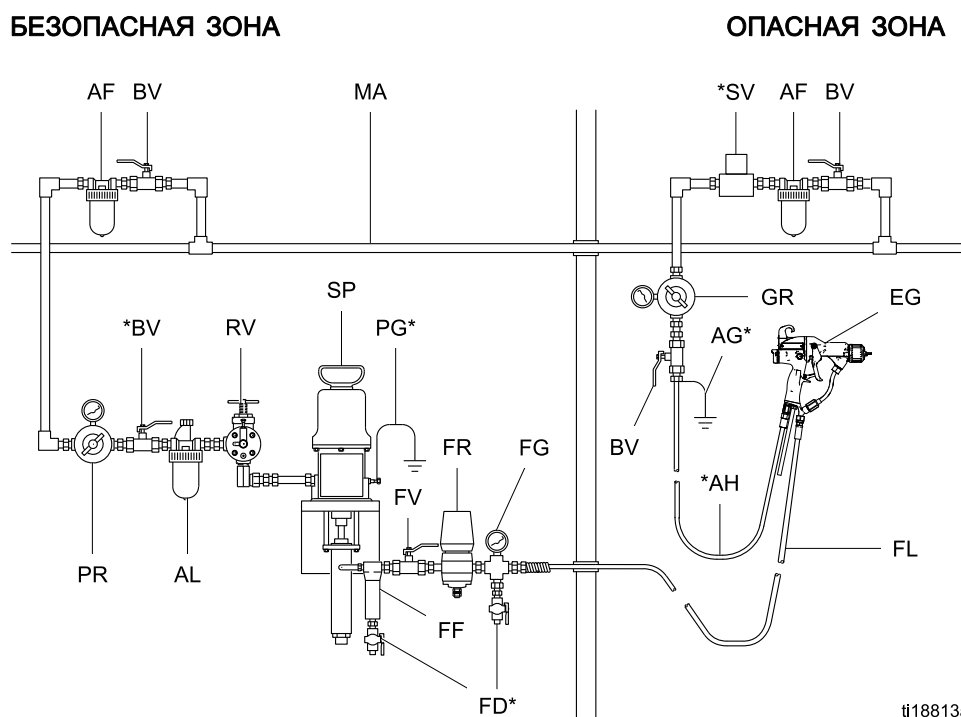

Figure 10 Стандартная установка
На рис. 10 изображена типовая система электростатического пневматического распыления. Это изображение не является действительным чертежом системы. Для получения рекомендаций относительно проектирования системы, соответствующей вашим специфическим потребностям, свяжитесь с дистрибьютором Graco.
- См. рис. 10. Для подачи воздуха к пистолету используйте заземленный шланг подачи воздуха (АН) производства компании Graco. Впускной фитинг для подачи воздуха в пистолет имеет левостороннюю резьбу. Провод заземления (AG) шланга для подачи воздуха должен быть подключен к точке истинного заземления. Пока что не следует подключать шланг подачи воздуха ко впускному отверстию пистолета.
- Установите воздушный фильтр/водоотделитель (AF) в воздухопровод пистолета, чтобы обеспечить подачу сухого чистого воздуха. Загрязнения и влага могут нарушить внешний вид отделанной детали и привести к неисправности пистолета.